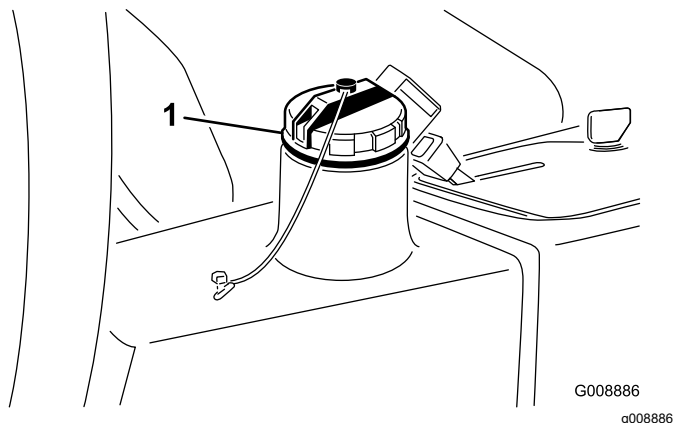

Рисунок 78
4. Залейте в гидравлический бак (Рисунок 78) приблизительно 13,2 литра гидравлической жидкости; см. Проверка гидравлической системы \(страница 24\).